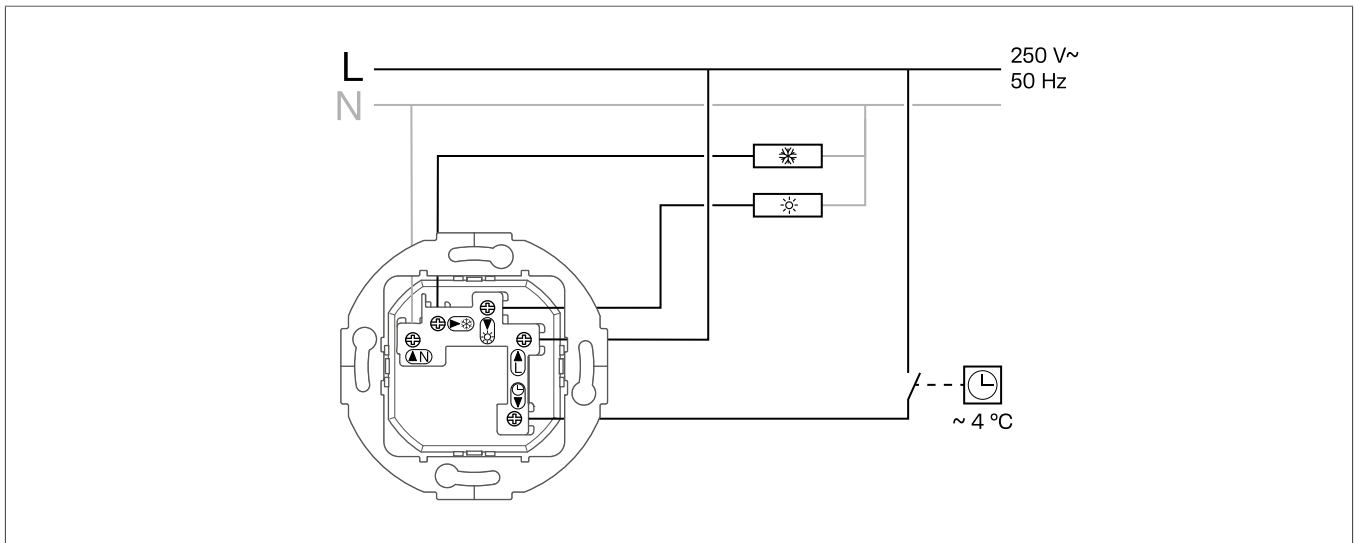
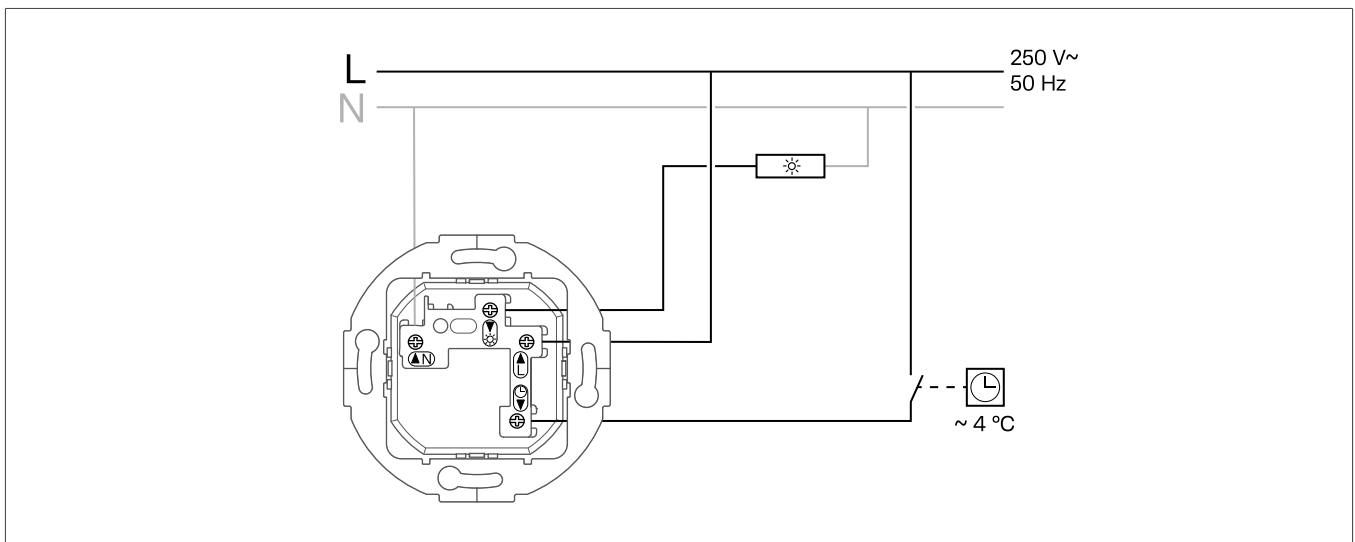

Bild 4: Anschlussplan Temperaturregler, Wechsler
Bild 5: Anschlussplan Temperaturregler, Öffner
- 1 Regler (1) gemäß Anschlussplan (Bild 4 oder Bild 5) verdrahten.